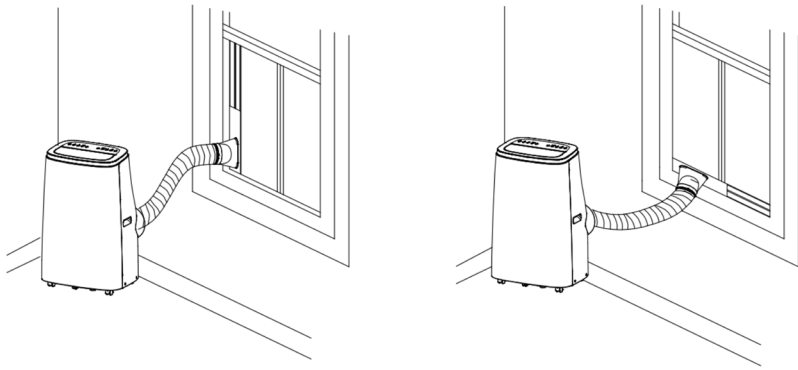

Fig 5
- Este aparato dispone de dos métodos de drenaje: drenaje manual y drenaje continuo (fig. 5).